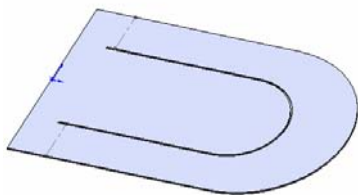

图 9-100 展开的书架
⑩ 展开书架钣金件。右击“FeatureMannger 设计树”中的“平板型式1”，在弹出的快捷菜单中单击“解除压缩”图标，将钣金零件展开，如图9-100所示。